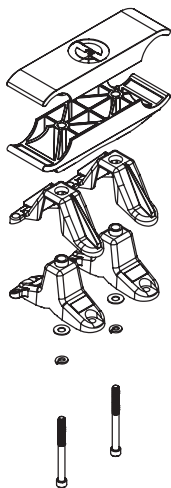

Figura 3
4. Coloque la abrazadera inferior para el tubo encima de los tubos y use la llave Allen de 6 mm (1/4 pulg.) para asegurar el conjunto de las mordazas de montaje con el perno real de 8,9 cm (3,5 pulg.), como se muestra en la **Figura 3**
2. Coloque la **mordaza inferior para el tubo** sobre los tubos y asegúrela con el **conjunto de la mordaza de montaje** y el **perno real de 8,9 cm (3,5 pulg.)**, como se muestra en la **Figura 3**